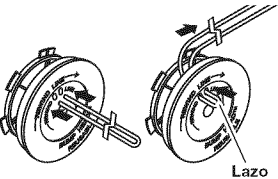

Fig. 17
6. Tome aproximadamente 20 pies (6 m) de línea de corte nueva y enlázela en dos tramos de igual longitud. Inserte cada uno de los extremos de la línea a través de uno de los dos agujeros del carrete interior (Fig. 17). Pase la línea a través del carrete interior de manera que el lazo quede lo más pequeño posible.